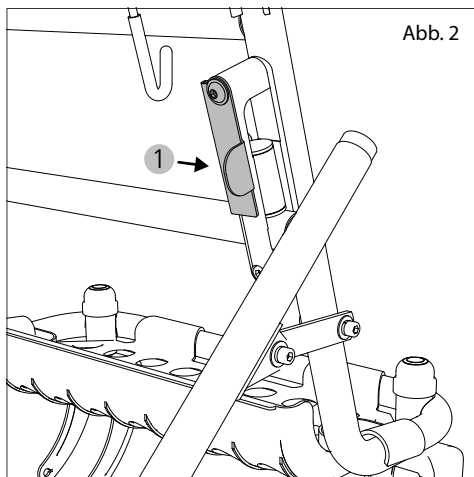

Abb. 2
4. For at låse foldesikringen skal du klappe armen ned, indtil den går i indgreb i føringen (1, Fig. 2).